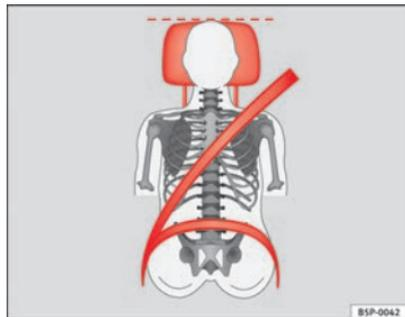
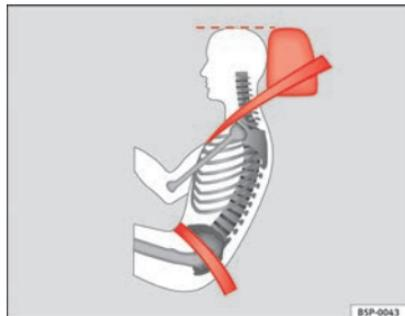

Fig. 3 Appuie-tête correctement réglé, vu de l'avant
Fig. 4 Appuie-tête correctement réglé, vu de côté
- Réglez l'appuie-tête de façon à ce que son bord supérieur soit dans la mesure du possible à la même hauteur que la partie supérieure de votre tête, et au moins à la hauteur des yeux ⇒ fig. 3 et ⇒ fig. 4.